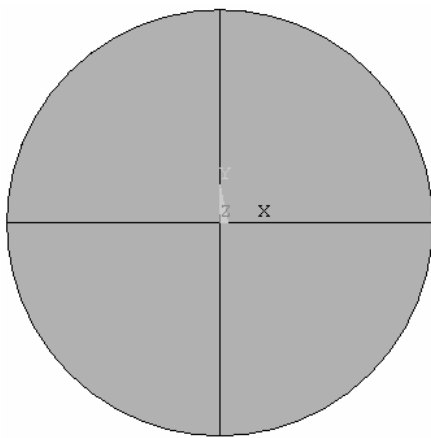

图 9-13 建立 4 个 90° 的扇形
(1) 选择单元类型。将手机上壳、下壳、手机内板、地板（固定的刚性板）的单元都分别选为板壳单元（Thin Shell 163）。
(2) 设定实常数。最好对手机上壳、下壳、手机内板上的各个部分（Part）、地板（固定的刚性板）的单元分别设定为实常数，这样可以便于修改各部分的板壳厚度。
(3) 定义材料。给手机的各部分分别定义材料。地板定义为刚体，且该刚体的所有自由度被约束。
(4) 建立几何模型。先建立手机下壳。如图 9-13 所示，建立 4 个 90° 的扇形。